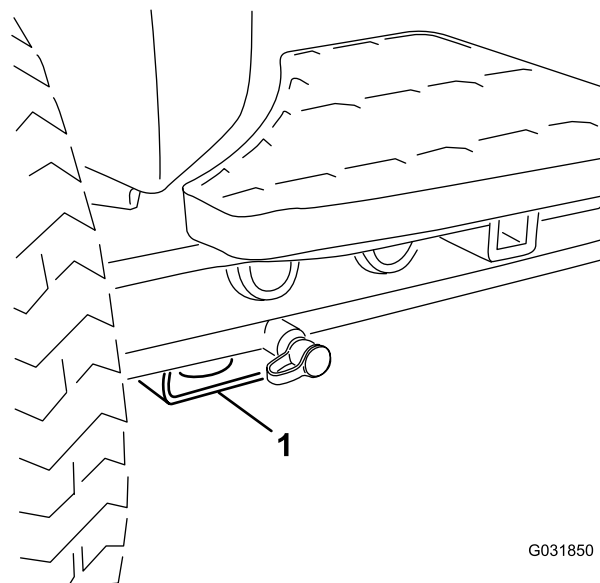

Figura 41
- Anteriore – supporto rettangolare, sotto il tubo dell'assale, all'interno delle ruote anteriori (Figura 41).